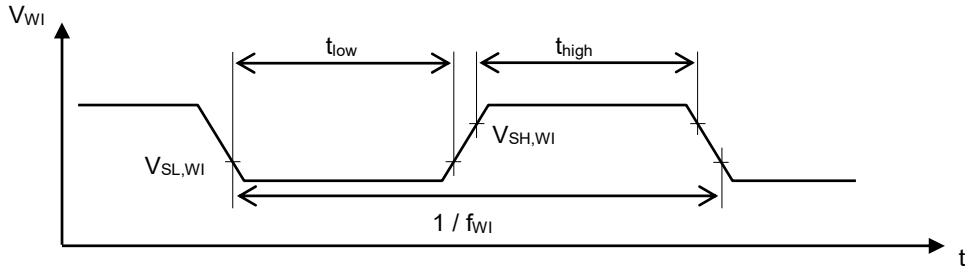

图4
*2. 将满足图4的条件的上升边缘输入到WI端子时，看门狗定时器检测出触发。
从看门狗定时器的监视对象输入的信号应满足图4的条件。